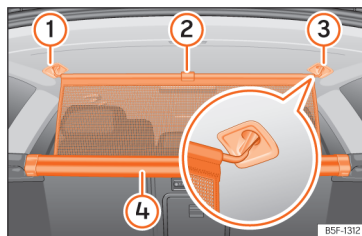

Fig. 184 Na bagageira: fixar a rede de separação.
- Puxe a aba para acima »» Fig. 184 ② para tirar a rede da carcaça ④.
- Prender a rede de separação do lado esquerdo ou direito ③ (imagem ampliada).
- Prender a rede de separação no alojamento do outro lado ① puxando a barra.